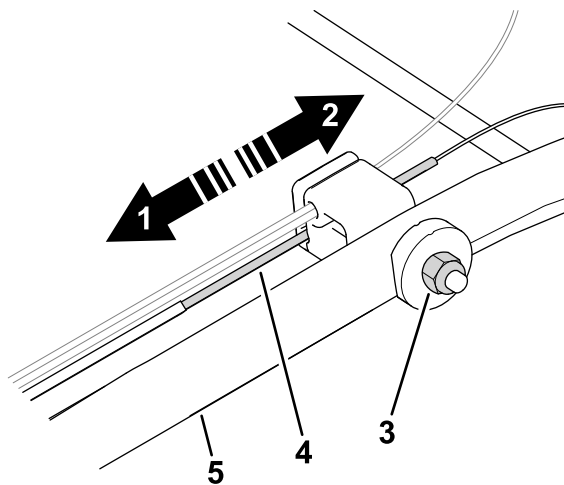

Figura 26
1. Rotii piulia de reglare în sens invers acelor de ceasornic pentru a slăbi cablul (Figura 26).
2. Ajustați tensionarea cablului (Figura 26) trăgându-l în spate sau în față și menținând poziția.